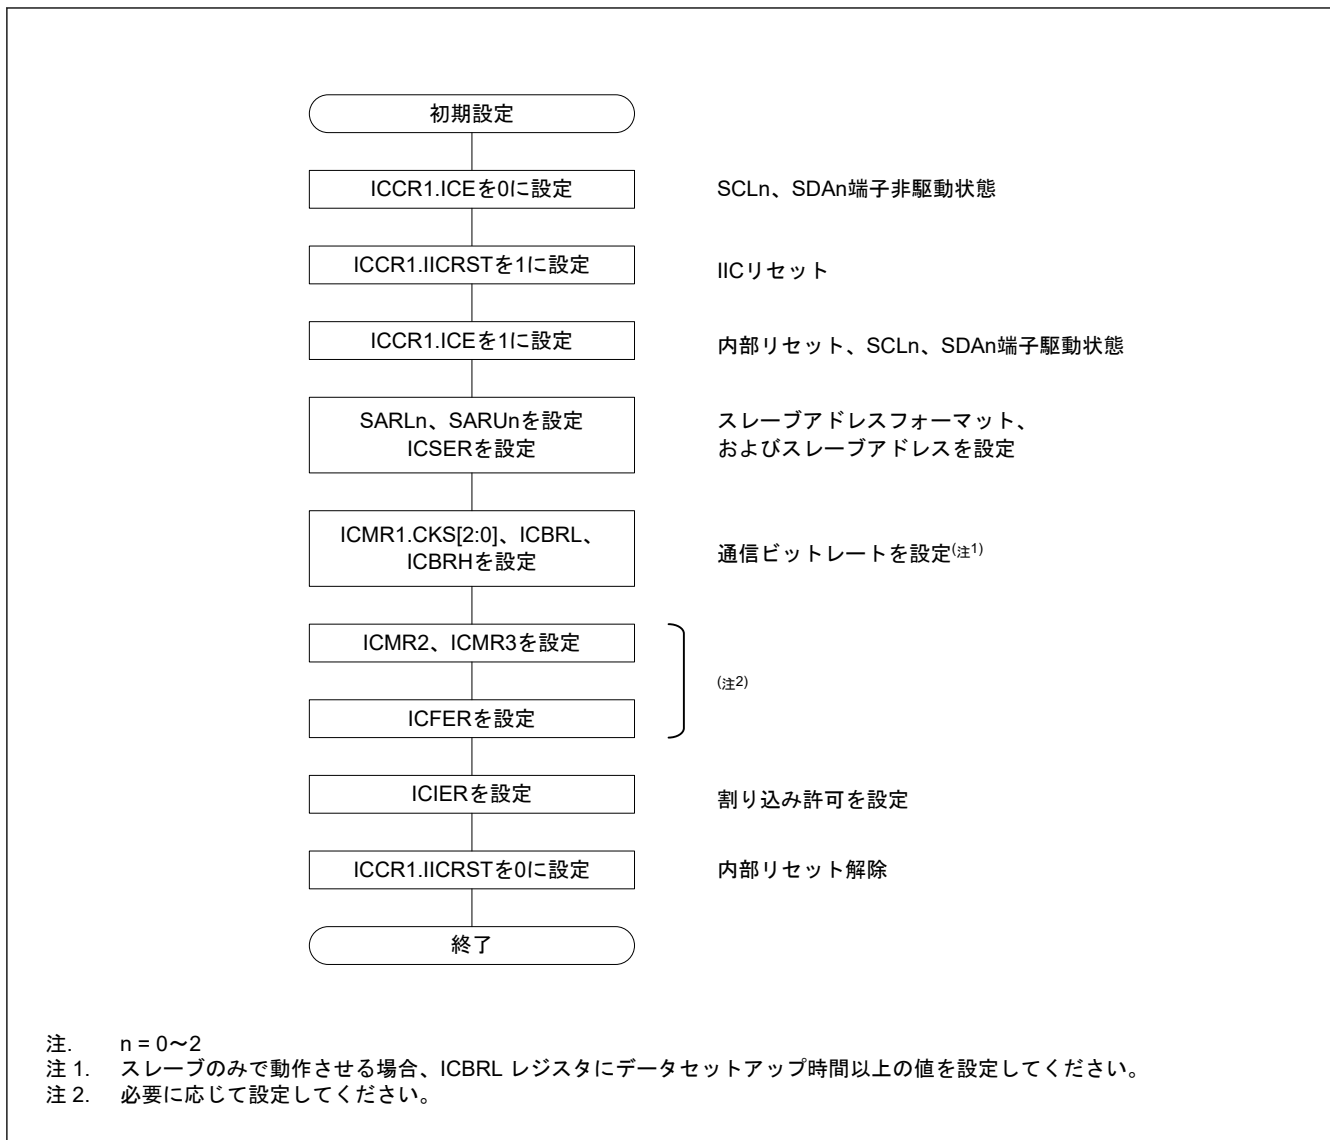

図 26.5 IIC の初期化フローチャート例
データの送受信を開始する前に、図 26.5 に示す手順に従って IIC を初期化してください。
4. SARLy、SARUy、ICSER、ICMR1、ICBRH、および ICBRL レジスタ (y = 0~2) を設定し、必要に応じてその他のレジスタを設定します。IIC の初期設定については、図 26.5 を参照してください。